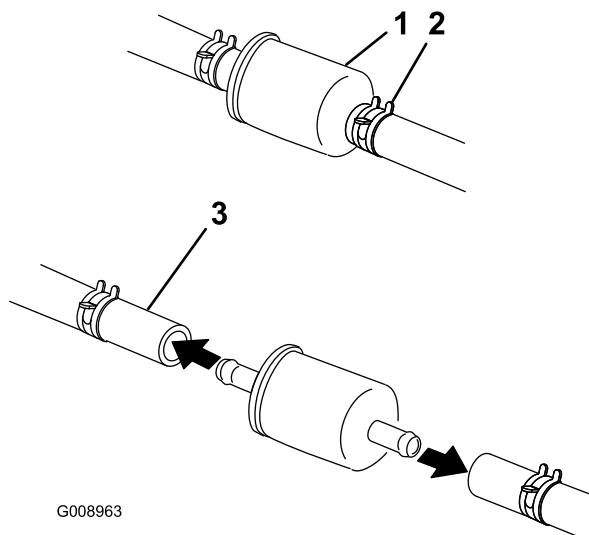

Figura 58
5. Cierre la válvula de cierre de combustible, situada debajo del asiento (Figura 58).
6. Apriete los extremos de las abrazaderas y deslícelas por la manguera alejándolas del filtro (Figura 58).
8. Instale un filtro nuevo y acerque las abrazaderas al filtro (Figura 58).